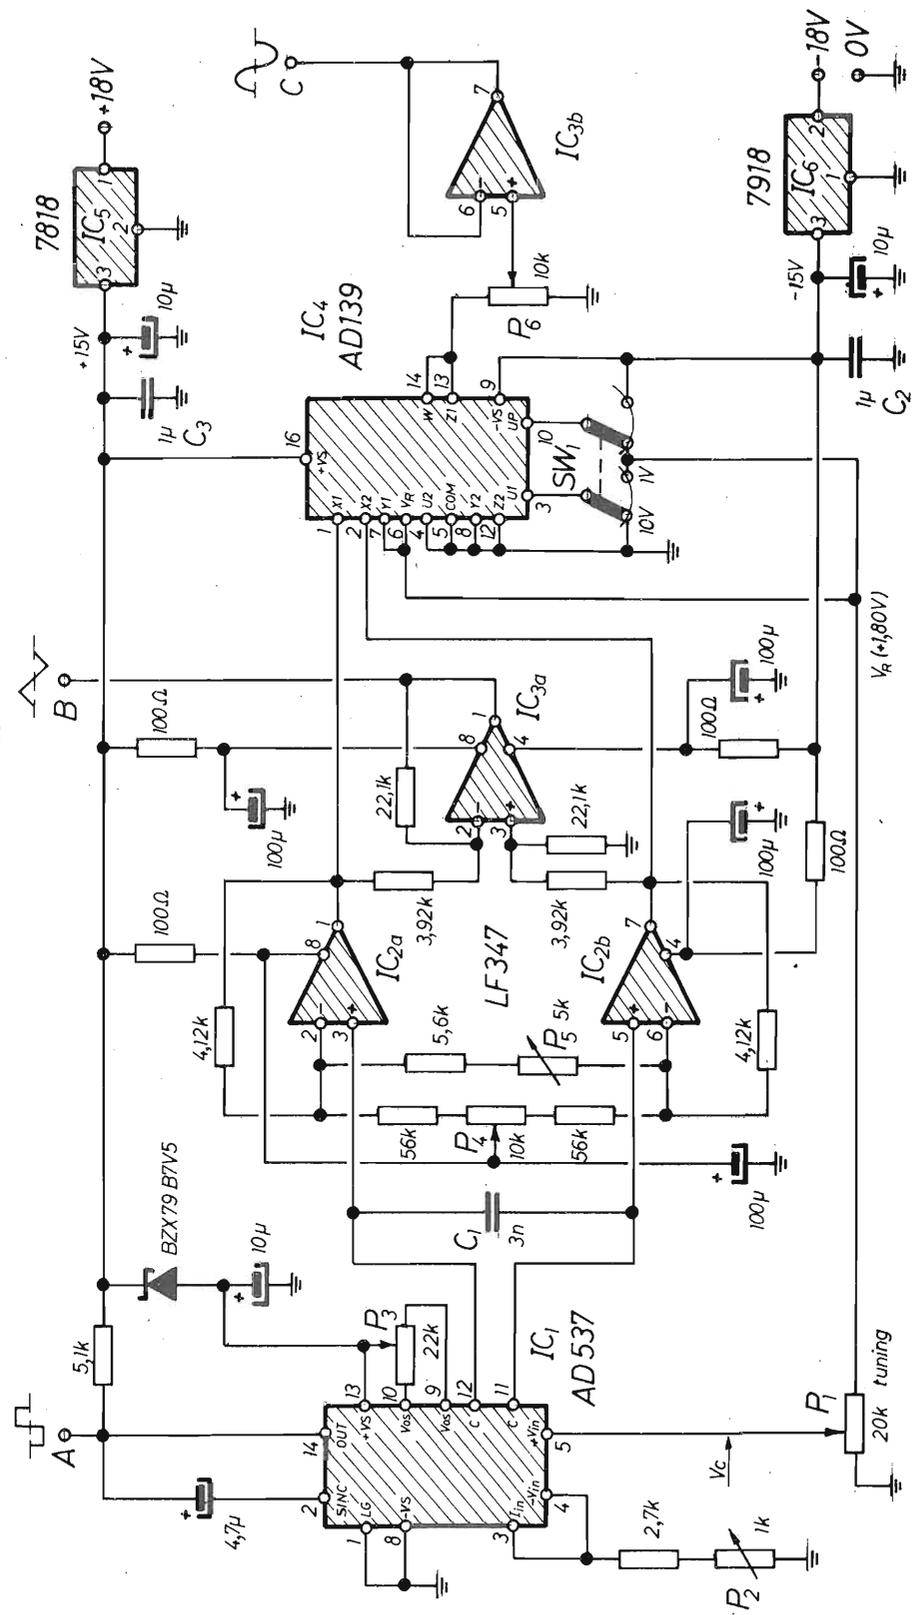
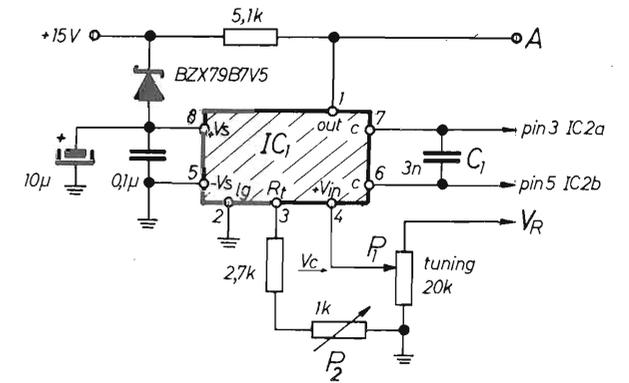

figura 1 - Schema elettrico.
figura 3 - Sostituzione di IC1 di figura 1 con l'AD 654.
Lo schema elettrico del generatore audio equipaggiato con l'AD 639 e l'AD 537, è riportato a figura 1. Si osservi che l'AD 537 (IC1) è seguito da un amplificatore differenziale costituito dagli operazionali IC2a, IC2b, IC2c; questo perché il segnale presente ai capi del condensatore di temporizzazione (C1) dell'AD 537 non è ancora triangolare, bensì specificatamente «ternario».
Il valore di picco della tensione sinusoidale fornita dall'AD 639 può essere di 1V oppure di 10V, a seconda della polarizzazione applicata ai suoi reofori U1 (pin 3) ed UP (pin 10), polarizzazione che, nello schema di figura 1, viene impostata con SW1. L'AD 639 può anche venir interdetto (gating) portando il suo reoforo GT (pin 11) ad almeno +1.5V; applicandovi una onda quadra di pari ampiezza è perciò possibile generare «treni» o «pacchetti» di sinusoidi.
Collegato come in figura 1, l'AD 537 è un vero e proprio convertitore tensione/frequenza (VFC): la frequenza di ripetizione del segnale generato è funzione lineare della tensione controllo (V_c) e, se il trimpot P2 è correttamente regolato, a V_c = 0V fa riscontro f = 0 Hz.
Con questa disposizione circuitale (ma ovviamente anche con quella di figura 1) è possibile modulare in frequenza, cioè «swippare» il segnale sinusoidale d'uscita.
La sostituzione, in figura 1, dell'AD 537 con il più veloce AD 654 va fatta come mostra la figura 3.
- pag. 17, schema figura 1, invertire le posizioni di P2 e P3.